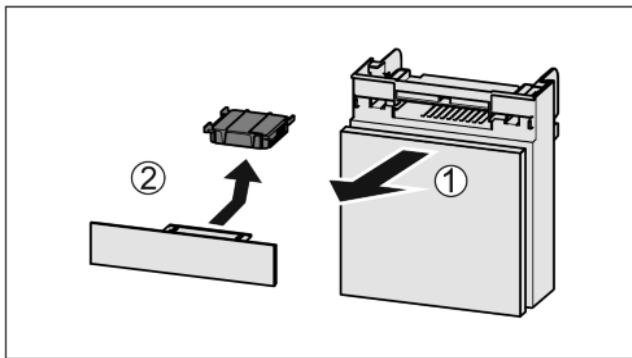

Fig. 64
- ▶ Wyciągnąć Fig. 64 (1) komorę do przodu.
- ▶ Wyjąć Fig. 64 (2) filtr z węglem aktywowanym.